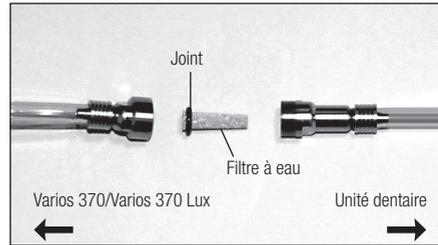

Fig. 23
- 3) Lorsque le logement du filtre à eau est séparé, le filtre à eau peut être retiré tel qu'indiqué sur la figure 23.